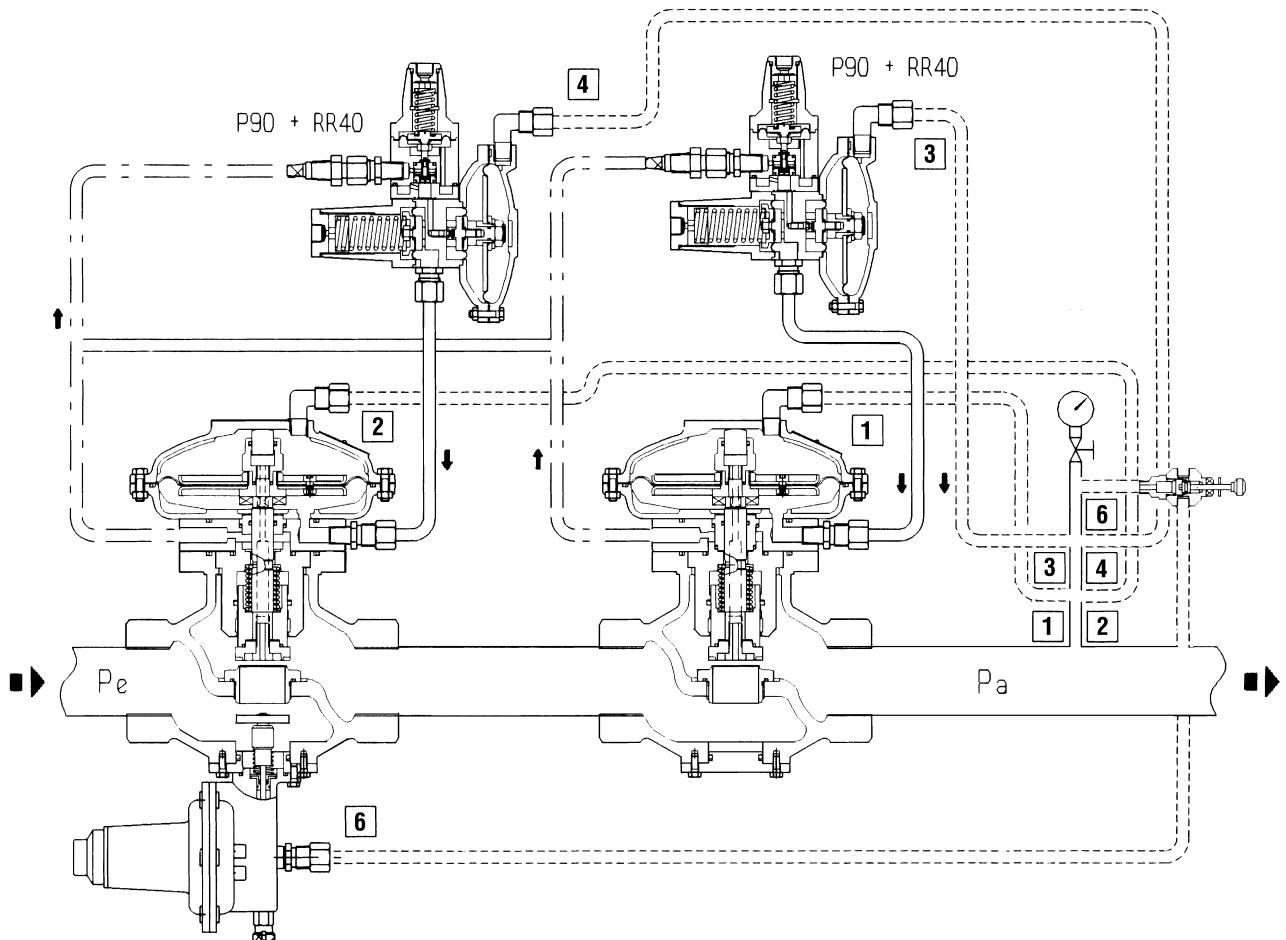

Fig. 10
Am Regler Dixi ist die Lösung mit einem in Reihe geschalteten Monitor (Abb. 10) lieferbar. In dieser Konfiguration ist der Monitorregler ganz genau gleich wie ein Standardregler, während der Betriebsregler eine Konstruktionsvariante aufweist, die in Abb. 9 erläutert wird.
*Le détendeur Dixi dispose de la solution monitor en ligne (fig. 10). Dans cette configuration, le détendeur monitor est exactement identique à un détendeur standard, tandis que le détendeur de service diffère dans sa fabrication de la façon illustrée sur la fig. 9. Cette variation est nécessaire, car la pression qui alimente le pilote du détendeur de service est prélevée en amont du monitor de sa bride intermédiaire pour être amenée ensuite, avec un branchement externe, jusqu'à la bride intermédiaire du détendeur de service.*
Bei dieser Variante ist der Sicherheitsregler vor dem Betriebsregler installiert (Abb. 10).
Dans ce cas, le détendeur de secours est installé en amont du détendeur de service (fig. 10).